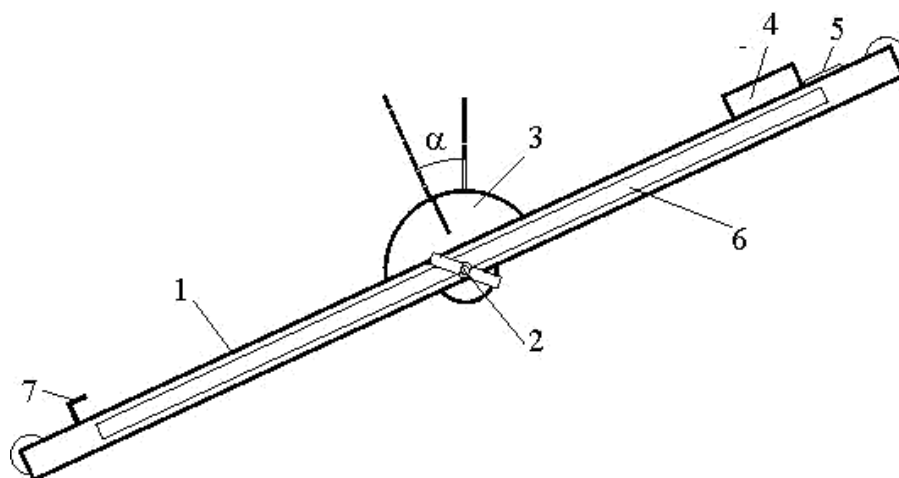

Рис.2
Установка представляет собой наклонную плоскость 1, которую с помощью винта 2 можно устанавливать под разными углами α к горизонту (рис.2). Угол α измеряется с помощью шкалы 3. На плоскость помещается брусок 4 массой m , состоящий из двух частей, изготовленных из различных материалов: дерево-дюраль. Брусок закрепляется в верхней точке наклонной плоскости с помощью электромагнита 5, управление которым осуществляется с помощью электронного секундомера СЭ1 и тумблера на левой стороне лабораторного стенда. Пройденное бруском расстояние составляет 0,52 м. Время соскальзывания бруска измеряется автоматически с помощью датчика 7, выключающего секундомер в момент касания бруском финишной точки.
1. Ослабив винт 2 (рис.2), установите плоскость под углом 25° к горизонту, электромагнит при этом должен находиться в верхней части плоскости. Закрепите плоскость в таком положении, зажав винт 2.